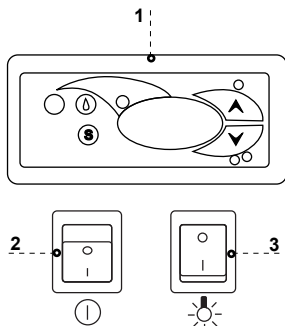

Рис.7 Пульт управления
- Включить кнопку главного выключателя Рис.7/2 (стр.41), что вызовет подключение регулятора температуры, а затем агрегата оборудования
- На пульте регулятора температуры Рис.7/1 (стр.41) установить температуру (подробности обслуживания термостата на стр.47 или 48)
- Включить кнопку освещения (внутри шкафа и пульта) Рис.7/3 (стр.41)